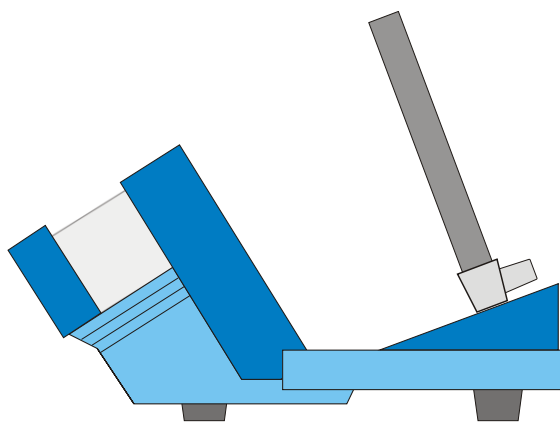

Fig. 3a Montaggio della bobina per campo assiale
- Introdurre la base della bobina nella scanalatura dalla parte anteriore. Accertarsi che i collegamenti siano rivolti in avanti (ved. Fig. 3a).